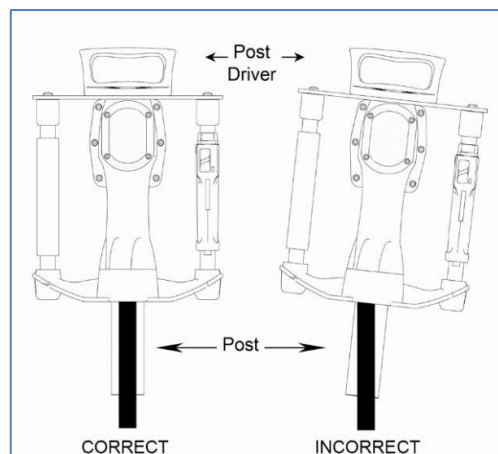

Figure 5: Le conducteur doit être maintenu au niveau du poste pendant le fonctionnement.
4. Soulevez le conducteur sur le poteau, puis assurez-vous que le conducteur est au niveau du poteau et que le poteau est centré dans le canon du conducteur (voir figure 5).